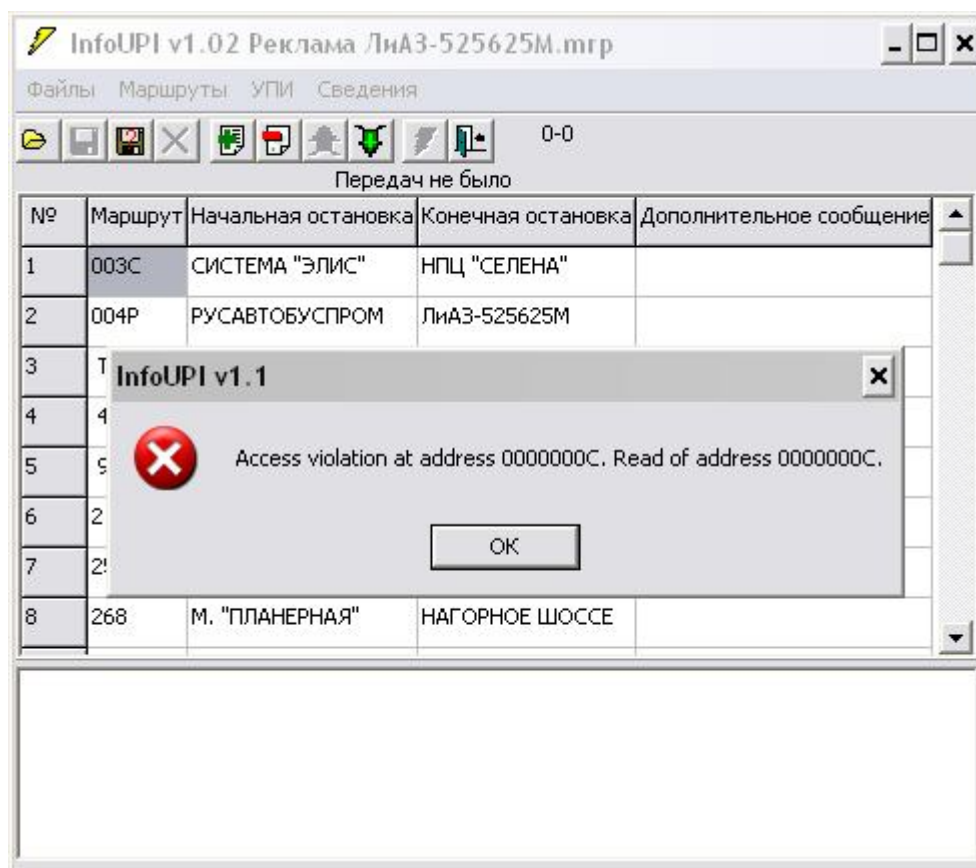

Рис. 7 – Ошибка при запуске программы InfoUPI.exe
2) Иногда при запуске программы *InfoUPI.exe* при подключенном к компьютеру УПИ возможно появление сообщения об ошибке «Access Violation» (рис. 7).